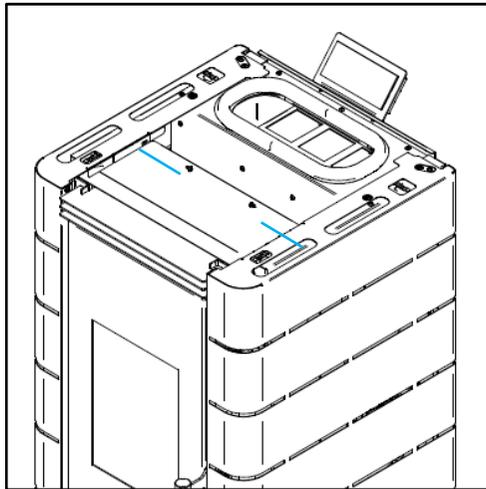

Figura 62 - Fixação das capas laterais na parte superior
d) Repetir o processo realizado no ponto b e c deste manual para a outra envolvente. Apertar as laterais utilizando dois parafusos do kit, um em cada lado, como demonstra a Figura 62.